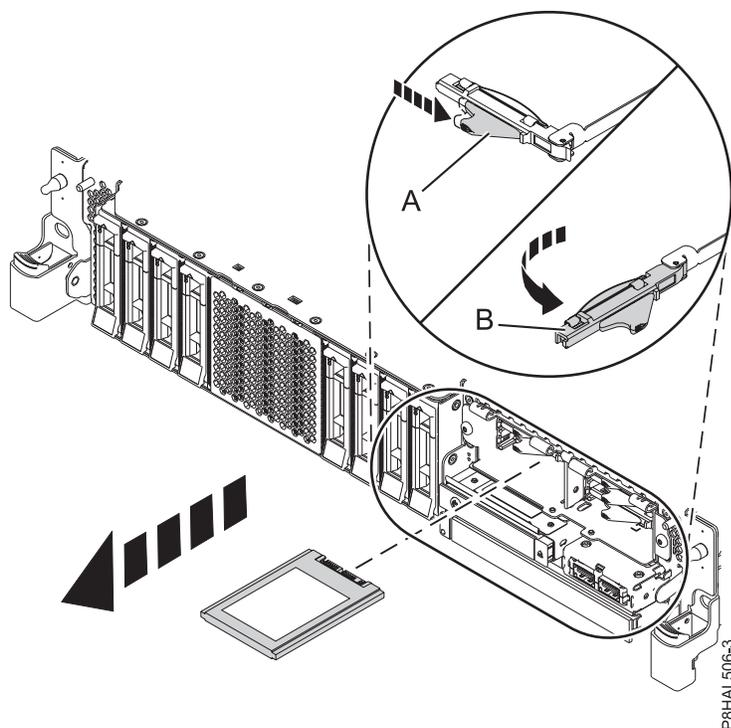

Figure 92. Retrait d'une unité SSD d'un système à fonction étendue
11. Lorsque le voyant d'identification clignote, déverrouillez la poignée de l'unité (**B**) en appuyant sur le loquet de la poignée (**A**) dans la direction indiquée et en tirant la poignée de l'unité (**B**) vers vous. Voir : figure 92, à la page 93. Si la poignée n'est pas complètement sortie, vous ne pouvez pas retirer l'unité SSD du système.